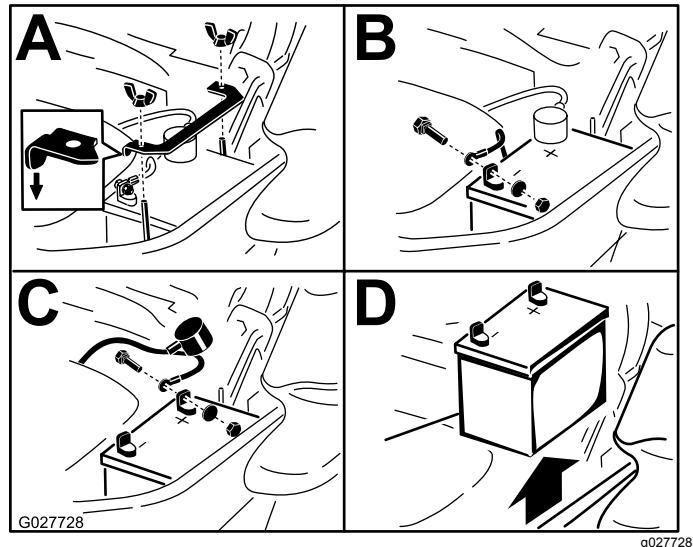

Bild 63
3. Nehmen Sie die Batterie heraus, wie in Bild 63 abgebildet.